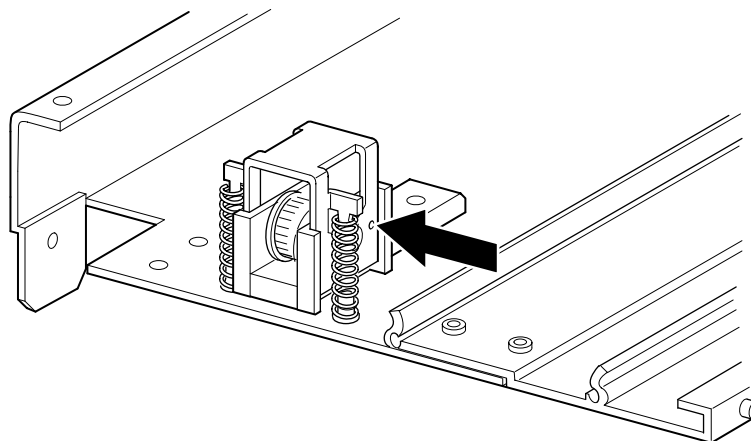

図2-16: テンショナー ランプおよびアイドラー プーリーのゼロ ポイント
2. 大型のペーパー クリップを穴に通します。これにより、アイドラー プーリーがゼロ位置にセットされます (図2-16を参照)。